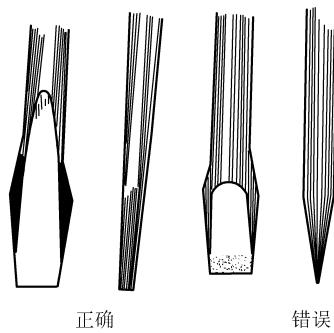

图 2-35 螺丝刀口的形状
(3) 禁止将工作物拿在手上拆装螺钉，以防螺丝刀滑出伤手。
(4) 螺丝刀使用日久刀口往往会被磨钝，拆装螺钉时容易滑出，因此对磨钝的螺丝刀应按标准式样在砂轮上磨好，如图2-35所示。